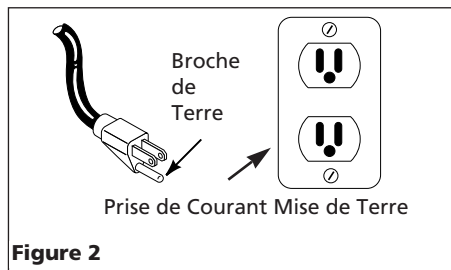

Figure 2
1. Ce produit est conçu pour l'utilisation d'un circuit de 120 volts et a une fiche de mise à la terre comme celle indiquée sur la Fig. 2. Assurer que le modèle est branché à une prise de courant qui a la même configuration que la fiche. Ce produit doit être mis à la terre. Dans l'événement d'un court-circuit, la mise à la terre diminue le risque de secousse électrique en fournissant un fil d'échappement pour le courant électrique. Ce produit est équipé avec un cordon qui a un fil de terre avec une fiche de terre. La fiche doit être branchée dans une prise de courant qui a été installée et mise à la terre correctement en respectant tous les codes et règlements locaux.